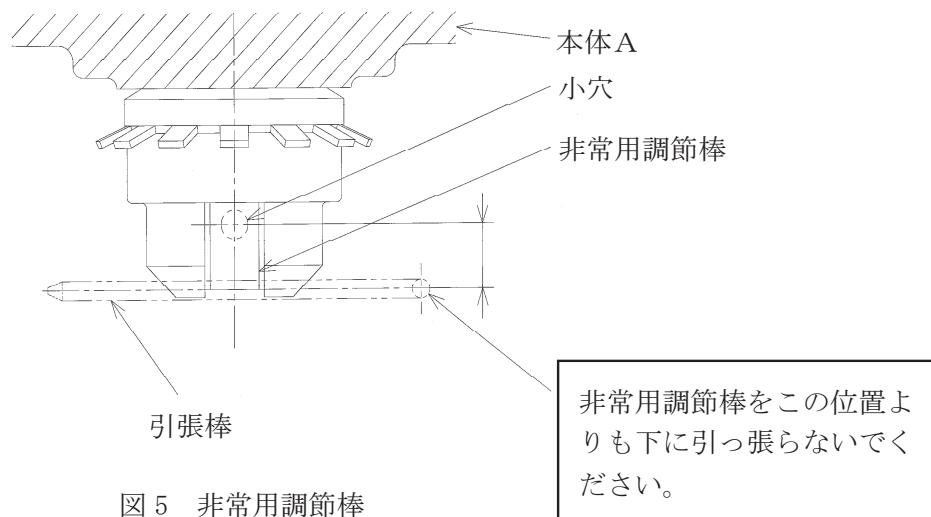

図 5 非常用調節棒
- (1) 本体 A の下に非常用調節棒があります。正常の作動の場合には非常用調節棒を使用する必要はありません。この非常用調節棒は、非常の場合、例えばセンサが破損したために液体温度が異常に上昇したような場合のみ使用します。
- (2) エレメントが正常に作動しているかどうかは非常用調節棒の下端の動きを見ると分かります。
- (3) 非常用調節棒を引張ったり回転したりし易いよう引張棒が付属しています。通常は引張棒を非常用調節棒に差し込みます、ぶら下げておいてください。調節すべき液体の温度が異常に上昇したとき、非常用調節棒の小穴に引張棒を差し込んで下に引張り、90 度右回転して固定します。(図 5 参照) これで流路 A と流路 C とが強制的に連絡されてクーラーや冷却塔に通水し流体の過熱を防止することができます。